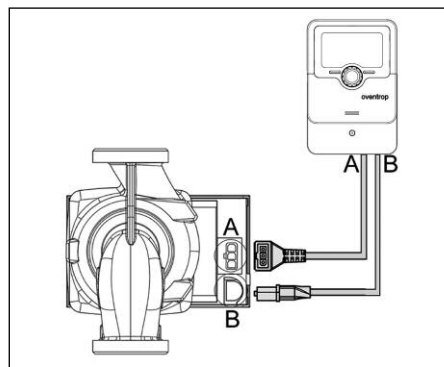

Fig. 6.3 Câble de raccordement du circulateur à haut rendement (exemple pour circulateurs Wilo)
8. Diriger les câbles du circulateur vers le bas et le raccorder au régulateur en respectant les instructions de montage du fabricant de l'installation solaire. Pour des circulateurs avec des fiches de raccordement voir fig. 6.3.